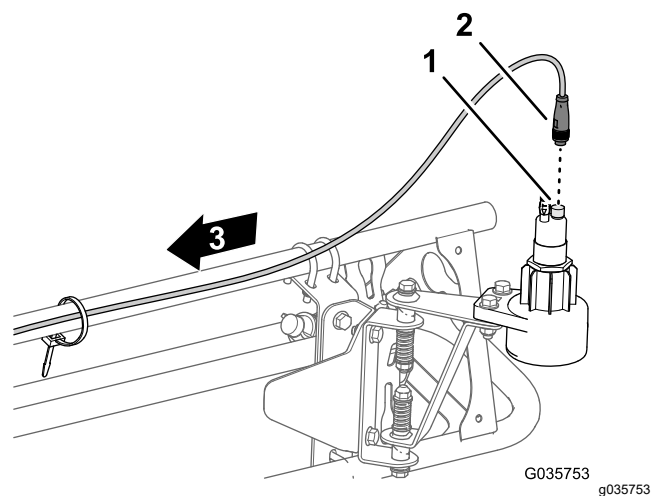

Figura 23
1. Conectați conectorul rotund cu 4 orificii al cablului senzorului pentru conectorul cu 4 pini al senzorului (Figura 23).